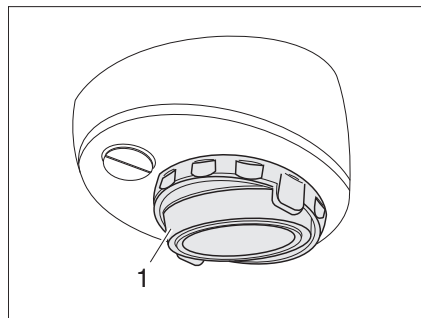

Fig. 176 Lámpara halógena sobre revoque (orientable)
- Sacar la tapa (Fig. 176,1) haciendo palanca con una herramienta apropiada (p. ej. destornillador) y retirarla.